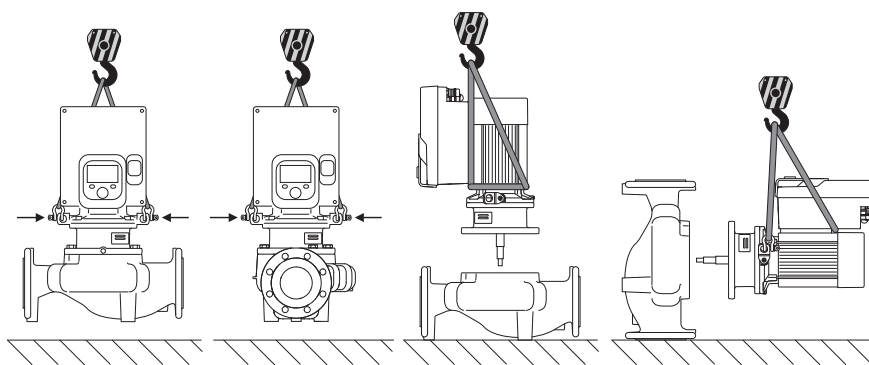

Fig. 6: Sens de levage
La pompe doit être transportée à l'aide d'accessoires de levage homologués (p. ex. palan, grue, etc.). Les accessoires de levage doivent être fixés sur les œillets de transport présents sur la bride du moteur. Pousser les boucles de levage, si nécessaire, sous la plaque d'adaptation (Fig. 6).
1. Laisser deux œillets de transport (Fig. I, pos. 30) libres sur la bride de moteur.
2. Fixer le kit embrochable (Fig. 4) sur les œillets de transport pour le sécuriser avec des instruments de levage appropriés. Pour empêcher l'unité de basculer, attacher une sangle autour du moteur et de l'adaptateur du module électronique comme indiqué à la Fig. 6. Veiller à ne pas endommager le module électronique en fixant la sangle.
3. Desserrer les vis (Fig. I/II/III, pos. 29) et les retirer.